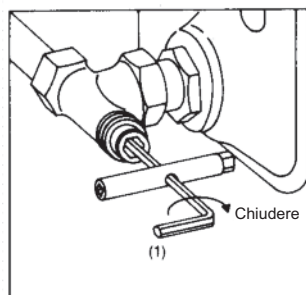

Fig. 1
- 1.2 Chiudere il cono valvola con la chiave a brugola da 4 (1) in senso orario (Fig. 1).